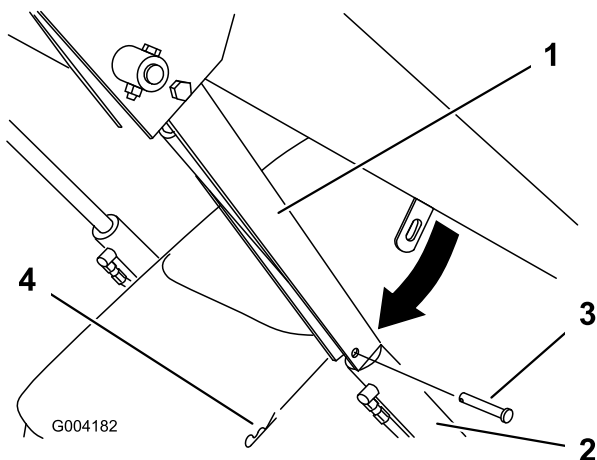

Figure 17
4. Enlevez la goupille fendue et l'axe de chape qui fixent le verrou de vérin au bras de chargeuse (Figure 17).
5. Abaissez le dispositif de verrouillage sur la tige du vérin et fixez-le en position à l'aide de l'axe de chape et de la goupille fendue (Figure 17).